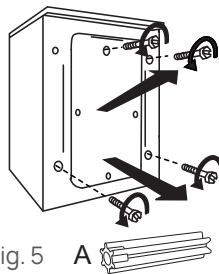

Fig. 5
2. Retire los 4 pernos de la parte trasera y saque los espaciadores de plástico (A) por el lado interior de la máquina (fig. 5).